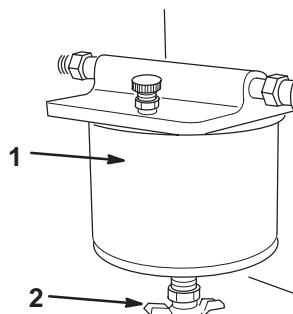

Figure 6
3. Tournez le robinet de vidange jusqu'à ce que l'eau s'écoule du filtre (Fig. 6).